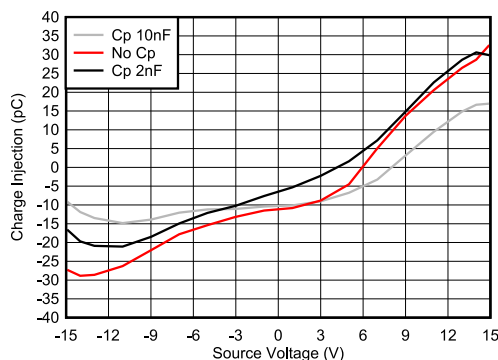

图 7-2. 电荷注入补偿
TMUX720x 包含可减少漏极 (Dx) 电荷注入的专用架构。为了进一步减少敏感应用中的电荷注入，可以在源极 (S) 上添加补偿电容器 (Cp)。按照设计，会将开关转换中的过量电荷推入源极 (S) 补偿电容器，而非漏极 (D) 补偿电容器。通常，Cp 应比漏极 (D) 等效负载电容大 20 倍。图 7-2 展示了源极侧不同补偿电容器的电荷注入变化。该图是在 TMUX7219 上捕获的，TMUX7219M 属于 TMUX72xx 系列，具有 100pF 负载电容。